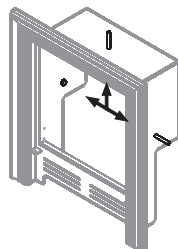

Рисунок 5. Топливный канал с дюбелями крепления.
2. Установить топливный канал в проём со стороны предбанника. Топливный канал закрепляется изнутри тремя анкерными болтами М8×60 к стене (см. рисунок 5).